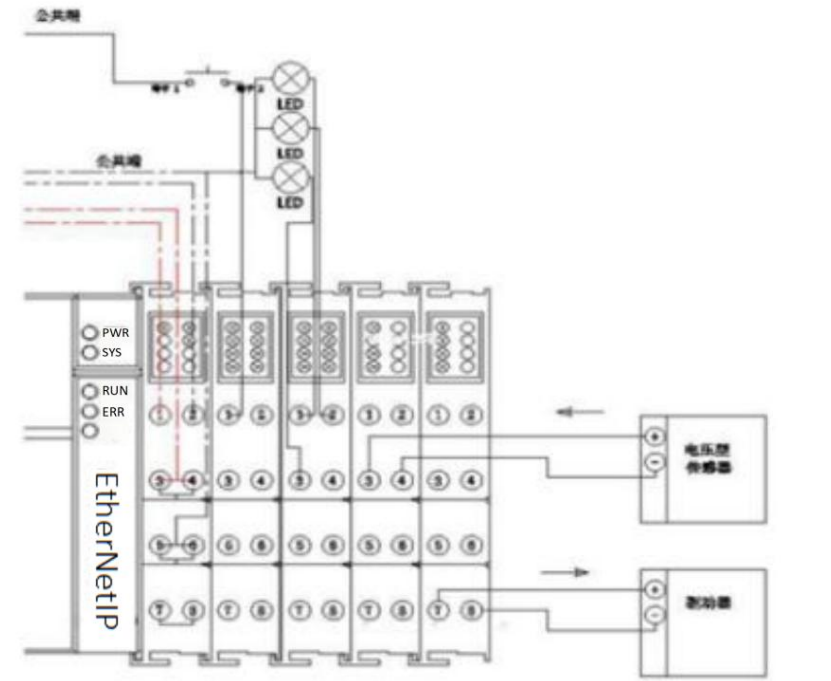

图 3-3 连接各个 IO 模块的外设
- 将各个模块现场侧的线接好，如下图 3-3 所示：注意，IO 设备的公共端要与电源的公共端接在一起